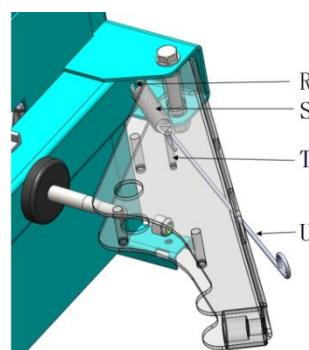

Abb. 9
- Folgend führen Sie die Feder (S, Abb.9) in die Maschine, damit diese sich verankert. Hat die Verankerung korrekt stattgefunden ziehen Sie die Feder, mit Hilfe von dem Federhaken, wieder heraus (U, Abb.9) und platzieren Sie diesen um den Federstift(T, Abb.9) in dem Fersenbrecherarm. (U, Abb.9) Folgend haken Sie den Federhaken.